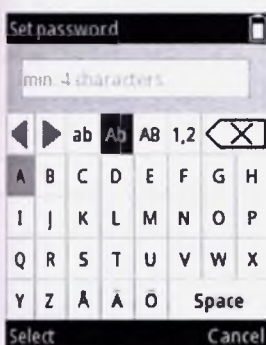

Рисунок D40.
4. Установите пароль с помощью виртуальной клавиатуры (Рисунок D40). После завершения нажмите клавишу (Done) (Готово). Имейте в виду, что установленный пароль один и тот же для всех защит, которые будут установлены.